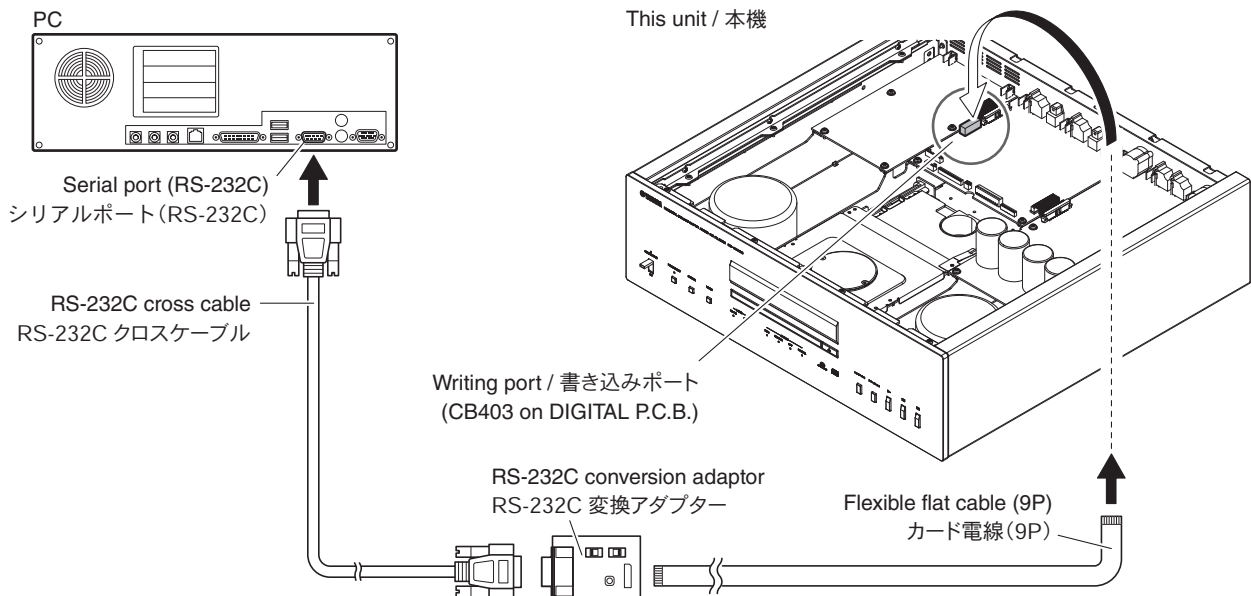

Fig. 2
- Connect the serial port (RS-232C) of the PC to the writing port (CB403 on DIGITAL P.C.B.) of this unit as shown below. (Fig. 2)
- 本機の書き込み用ポート (DIGITAL P.C.B. の CB403) と PC のシリアルポート (RS-232C) を下記のように接続します。(Fig. 2)